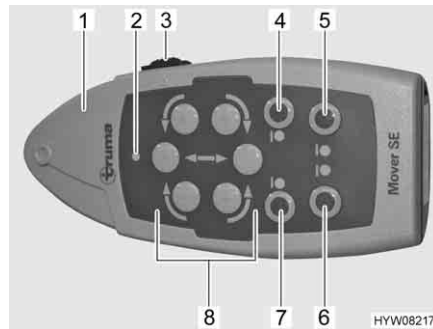

Bild 8 Fjärrstyrning
- Ställ skjutreglaget (Bild 8,3) på fjärrkontrollen (Bild 8,1) på "PÅ" (I). När den gröna lysdioden (Bild 8,2) lyser är manövreringssystemet driftklart.
- Sväng in drivrullarna mot däcken på båda sidorna. Tryck då på knapparna "sväng in" (Bild 8,4 och 7).
- Flytta fordonet till önskat ställe med hjälp av riktningssknapparna (Bild 8,8).
- Sväng bort drivrullarna från däcken på båda sidorna. Tryck då på knapparna "sväng ut" (Bild 8,5 och 6).
- Ställ skjutreglaget (Bild 8,3) på fjärrkontrollen på "AV" (0).